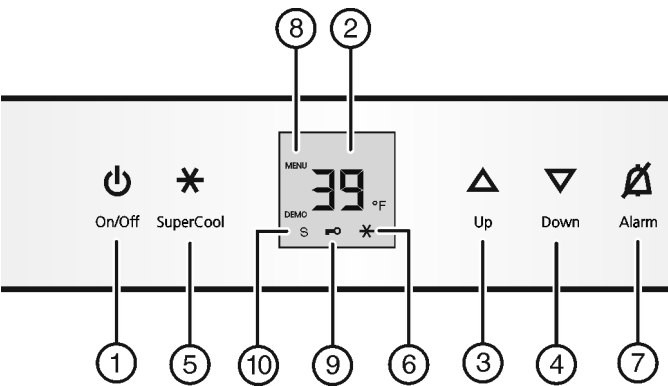

Fig. 3
- Pulse la tecla On/Off Fig. 3 (1).
- Activación del modo de ajuste: pulse la tecla SuperCool Fig. 3 (5) durante 5 seg. aproximadamente.
- ▷ La tecla SuperCool Fig. 3 (5) parpadea.
- Utilice la tecla de ajuste Up Fig. 3 (3) la tecla de ajuste Down Fig. 3 (4) para seleccionar °.
- Confirmación: Pulse la tecla SuperCool Fig. 3 (5) brevemente.
- Utilice la tecla de ajuste Up Fig. 3 (3) la tecla de ajuste Down Fig. 3 (4) para seleccionar °F o °C.
- Desactivación del modo de ajuste: Pulse la tecla On/Off Fig. 3 (1).
- Activar el modo de ajuste: pulse la tecla SuperCool Fig. 3 (5) durante aprox. 5 s.
- ▷ El símbolo de menú Fig. 3 (8) se ilumina.
- Utilice la tecla de ajuste Up Fig. 3 (3) y la tecla de ajuste Down Fig. 3 (4) para seleccionar c.
- Pulse brevemente la tecla SuperCool Fig. 3 (5) para confirmar.
- Para activar el bloqueo contra la manipulación por niños, pulse brevemente la tecla SuperCool Fig. 3 (5).
- ▷ El símbolo del bloqueo contra la manipulación por niños Fig. 3 (9) se ilumina. En el indicador parpadea c.
- Para desactivar el bloqueo contra la manipulación por niños, pulse brevemente la tecla SuperCool Fig. 3 (5).
- ▷ El símbolo del bloqueo contra la manipulación por niños Fig. 3 (9) se apaga. En el indicador parpadea c.
- Desactivar el modo de ajuste: pulse la tecla On/Off Fig. 3 (1).
- Pulse la tecla Alarm Fig. 3 (7).
- ▷ El símbolo de menú Fig. 3 (8) se enciende.
- Para activar la función del modo de Sabbath: Pulse brevemente la tecla SuperCool Fig. 3 (5). Cuando en el indicador aparece 51:
- **Para activar** el modo Sabbath, pulse brevemente la tecla SuperCool Fig. 3 (5). Si en el indicador aparece 50:
- **Para desactivar** el modo Sabbath, pulse brevemente la tecla SuperCool Fig. 3 (5).
- ▷ En el indicador de temperatura aparece el símbolo del modo Sabbath Fig. 3 (10) mientras el modo Sabbath esté activo.